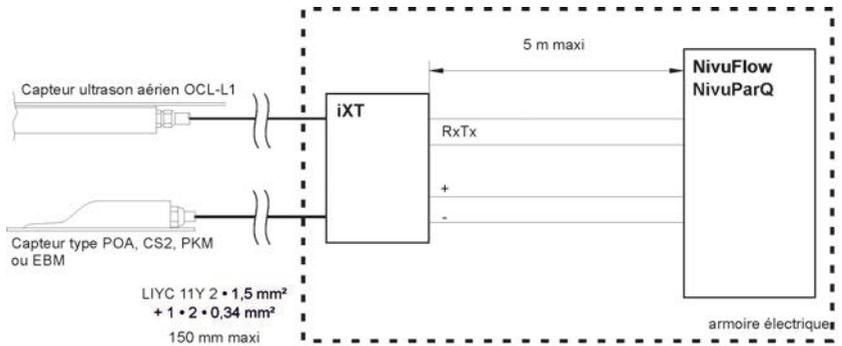

Fig. 22-1 Connexion capteur(s) - iXT0 dans l'armoire électrique
- 150 mètres (voir Fig. 22-1)
Dans ce cas, la longueur maximale du câble est de 5 mètres (voir Fig. 22-1).
Pour le raccordement des câbles, respectez les consignes des chapitres "22.1 Câble de liaison" et Fig. 22-1 à Fig. 22-3.